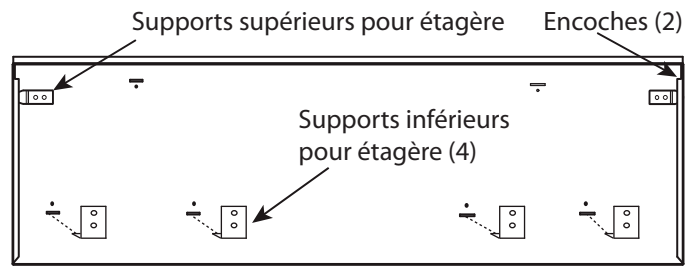

Figure 24 : Dos de la plaque murale
- Installez les deux supports supérieurs pour étagère et les trois supports inférieurs pour étagère aux endroits indiqués sur les gabarits. Fixez-les en place à l'aide des (10) vis de 1 po (25,4 mm) fournies.
- Faites glisser l'ensemble de l'étagère vers le haut jusqu'à ce que la partie inférieure s'enclenche dans les quatre supports inférieurs (Figure 24).